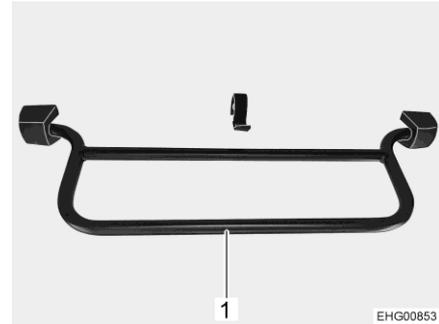

Fig. 28 Étrier, toit relevable à l'arrière (C 530)
- Pousser l'étrier (Fig. 28,1) vers le haut. Le toit relevable pivote de lui-même vers le haut.